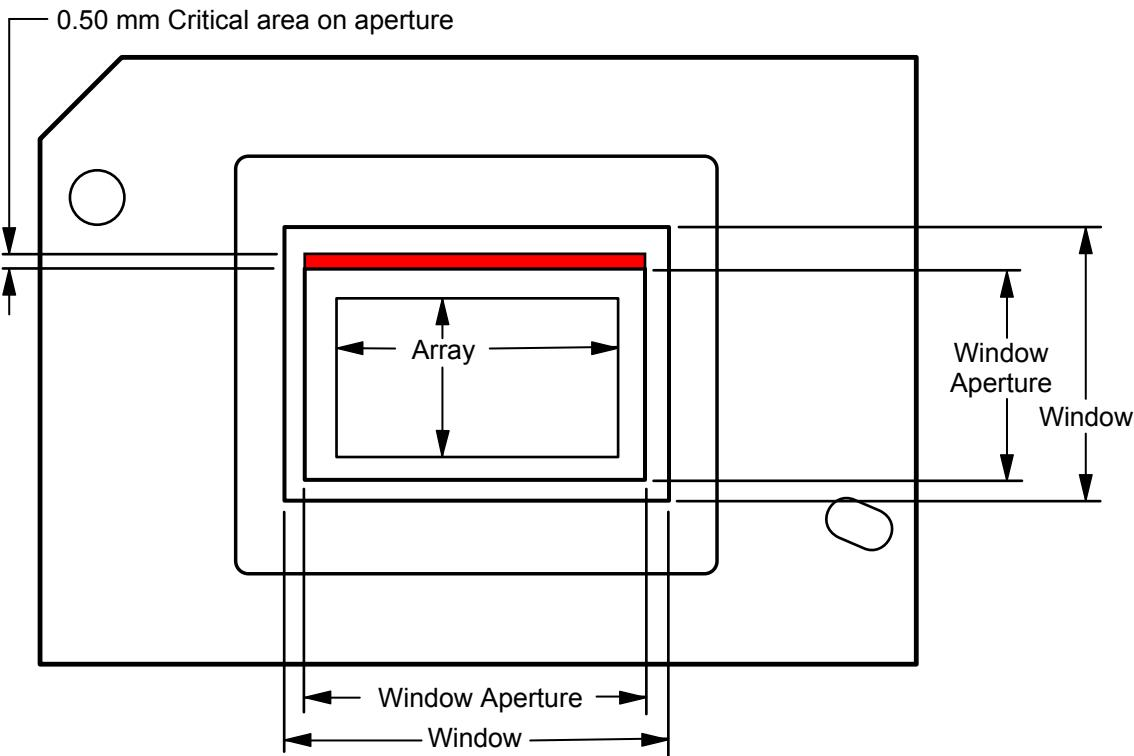

図 5-2. イルミネーション オーバーフィル ダイアグラム - クリティカル エリア
- (18) 図 5-2 で定義されている領域に適用されます。
- (19) 計算には、セクション 6.8 ウィンドウ アパーチャイルミネーション オーバーフィル計算を参照してください。
- (20) 計算には、セクション 6.7 マイクロミラーの電力密度の計算を参照してください。